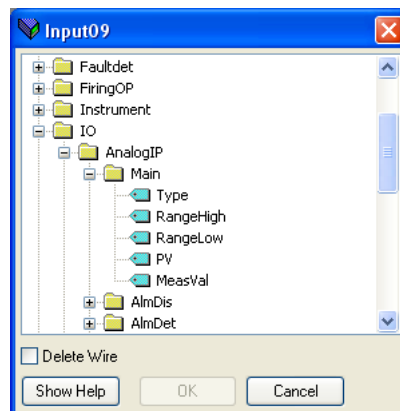

Abbildung 141 Browserfenster
1. Die nächste verfügbare Position in der Eingangs- oder Ausgangsdatentabelle doppelt anklicken und die Variable anklicken, die ihr zugeordnet werden soll. Ein Pop-up-Fenster (Abbildung 141) öffnet einen Browser, über den eine Parameterliste geöffnet werden kann.